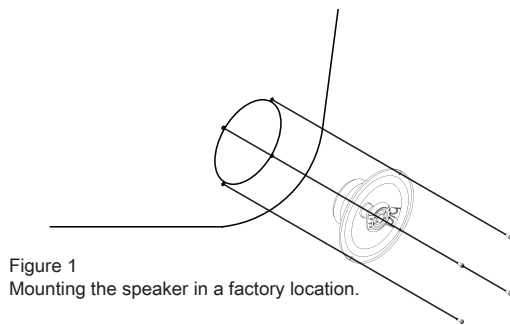

Figure 1
1. Many vehicles already have factory locations (Figure 1) to house the "DROP IN" feature of the RX Coaxial speakers. If no existing locations are available or are not used, check the desired location for adequate cutout area and any depth obstructions. Make sure to allow sufficient clearance for window tracks, structural braces, trunk lid springs, etc.
Phoenix Gold has provided a foam mounting gasket. When installing your new component speakers in a factory location make sure to use the foam mounting gasket as shown in figure 1. For reverse mounted speakers place the foam gasket in front of the speaker. This will ensure an air tight seal for your R speakers.
1. De nombreux véhicules ont déjà des emplacements d'usine (Figure 1) pour la fonctionnalité "DROP IN" de la ligne coaxial RX. Si aucun des emplacements existants n'est disponible ou s'ils ne sont pas utilisés, vérifier l'emplacement désiré pour la découpe adéquate et des obstacles en profondeur. Assurez-vous de laisser suffisamment de dégagement pour les pistes de la fenêtre, les ferrures structurales, l'amortisseur arrière, etc
Phoenix Gold a fourni un joint statique de montage en mousse. Lors de l'installation de vos nouveaux haut-parleurs coaxiaux dans une usine, assurez-vous d'utiliser les joints statiques de montage en mousse comme le montre la figure 1. Pour les haut-parleurs montés à l'envers, placez le joint en mousse en face du haut-parleur. Ceci assurera un joint étanche à l'air pour vos haut-parleurs RX.